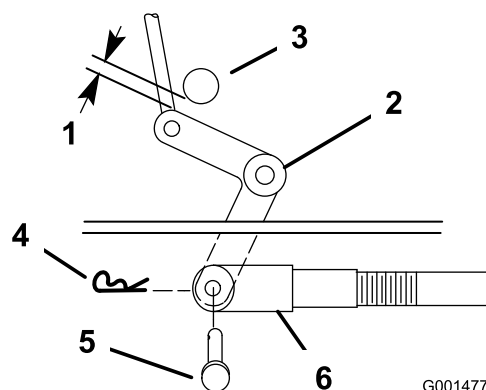
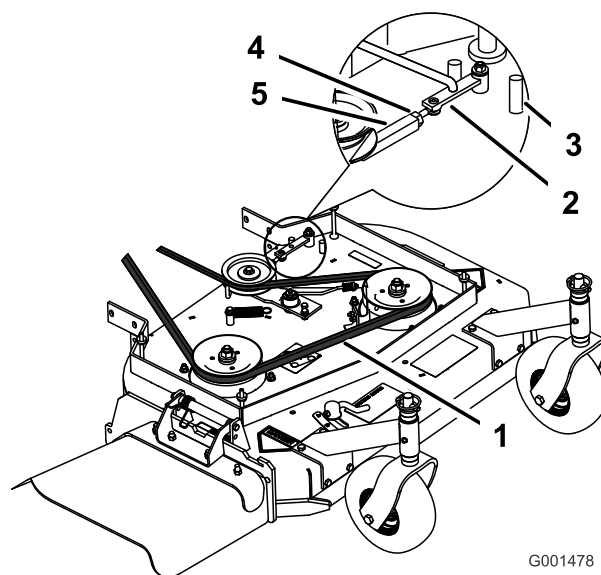

Figure 39
Figure 40
9. Vérifiez l'écartement entre le levier coudé et l'arbre de sortie de transmission (Figure 39).
10. Enlevez la goupille fendue et l'axe de chape du levier coudé (Figure 39).
11. Tournez la chape dans le sens horaire sur la tige pour accroître l'écartement, et dans le sens antihoraire pour le réduire (Figure 39).
Remarque: Si le bras d'assistance ne touche pas la butée avant du tablier de coupe (Figure 40), réglez la chape de sorte à rapprocher le levier coudé de l'arbre de sortie de transmission (Figure 39).